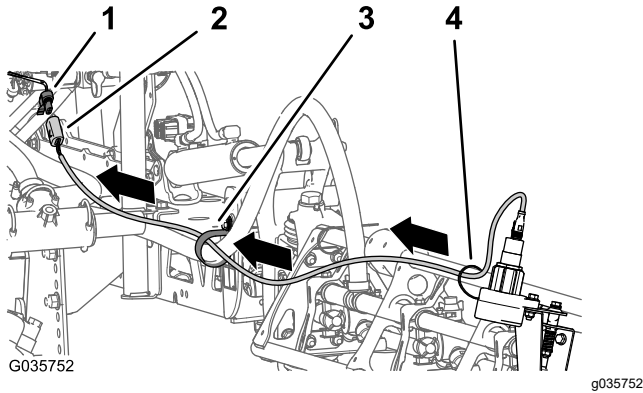

Bild 24
Stützklemme und den 4-Buchsen-Stecker des Kabelbaums vom Finishingkit für den Ultra Sonic Boom nach vorne zum Hubzylinderverteiler (Bild 24).
3. Schließen Sie die 4-Stift-Stecker für den linken und rechten Kabelbaum des Sensors am 4-Buchsen-Stecker des Kabelbaums für das Finishingkit für den Ultra Sonic Boom (Bild 24), die mit LEFT SONIC SENSOR und RIGHT SONIC SENSOR beschriftet sind.
5. Befestigen Sie das Kabel, das vom Sensor zum Ausleger verläuft, mit Kabelbinden (Bild 24).